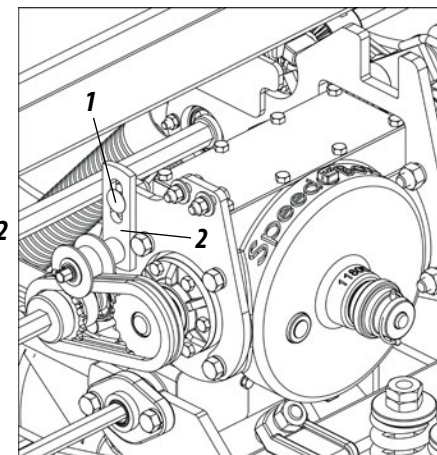

Figura 52
01 - Suelte el tornillo (1), deslice el estirador (2) hasta la tensión necesaria. En seguida, reajuste la tuerca, según muestra la figura 52.